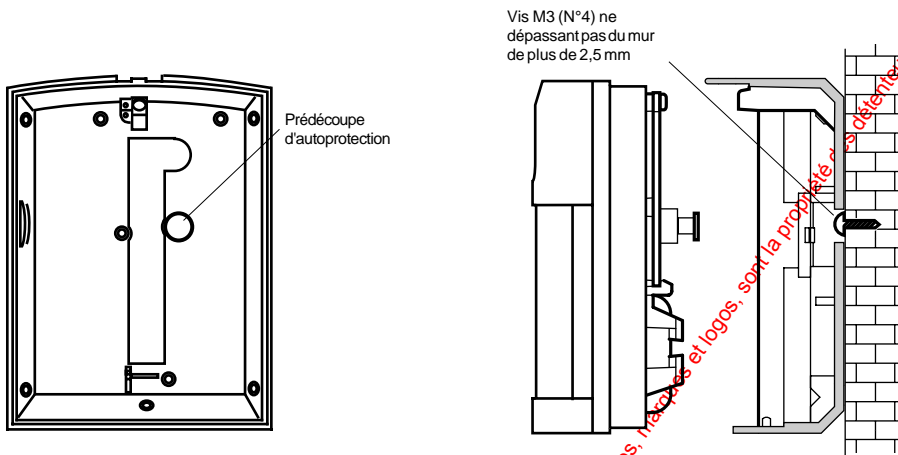

Figure 7. Contact d'autoprotection à l'arrachement
1. Découper en suivant le cercle dessiné à l'arrière du boîtier (se reporter à la Figure 7). Veiller à retirer suffisamment de matière pour que la tête du contact d'autoprotection puisse passer à travers le panneau arrière du boîtier.
4. Fixer l'embase de manière à ce que la tête de la vis passe au travers de la découpe et déclenche le contact d'autoprotection lorsque le corps du détecteur est ensuite installé (se reporter à la Figure 7).